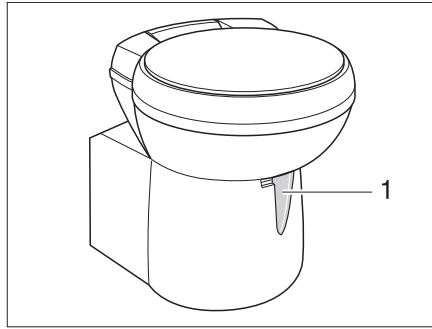

Fig. 351 Tazza del WC Thetford, orientabile
- Prima di tirare l'acqua, aprire il cursore della toilette Thetford. A tal fine girare la leva del cursore (Fig. 351,1) in senso antiorario.
- Girare la leva del cursore (Fig. 351,1) in senso orario. Il cursore viene chiuso. Per svuotare il cursore **deve** essere chiuso nella toilette Thetford.